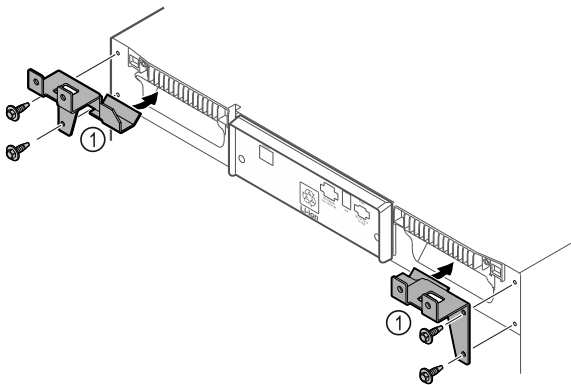

Fig. 8
- ▶ Монтирайте крепежните части Fig. 8 (1) на уреда с приложените части.